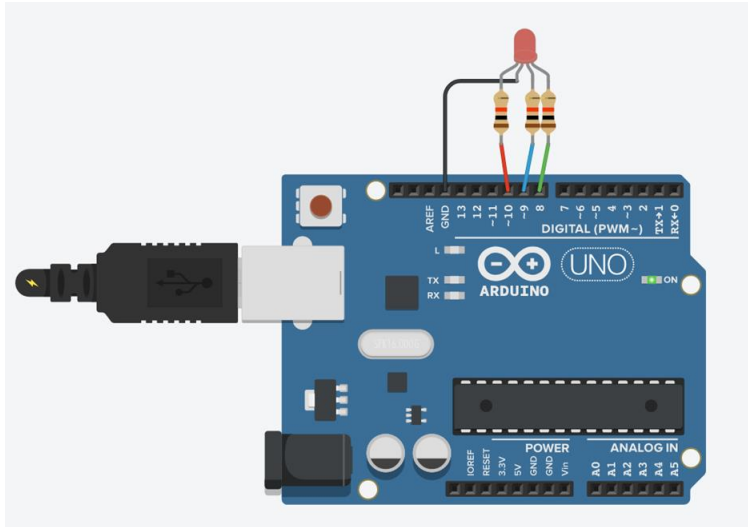

Рисунок 3.3 – Схема плати з RGB світло діодом
Розглянемо приклад використання RGB світлодіода. На платі (рис. 3.3) розташовані сам датчик та LED діод. Змінювати колір можна шляхом зміни аналогового сигналу на кожний з виходів кольорів.
3.3.1 Створити схему, як зображено на рис. 3.3 та додати код. Змінити значення сигналів, та проаналізувати, як змінюється колір RGB індикатора.